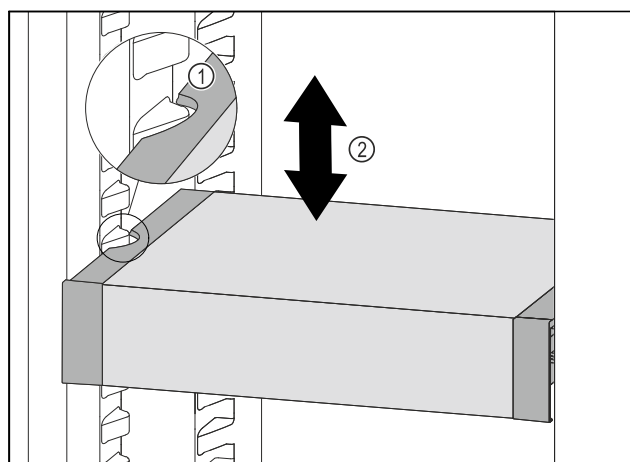

Fig. 106
- ▶ Træk VarioSafe fremefter, indtil udsparingerne i siden på VarioSafe er på niveau med beholderribben i kølesektionen. Fig. 106 (1)
- ▶ Flyt VarioSafe op eller ned i kølesektionen, indtil den ønskede højde er nået. Fig. 106 (2)